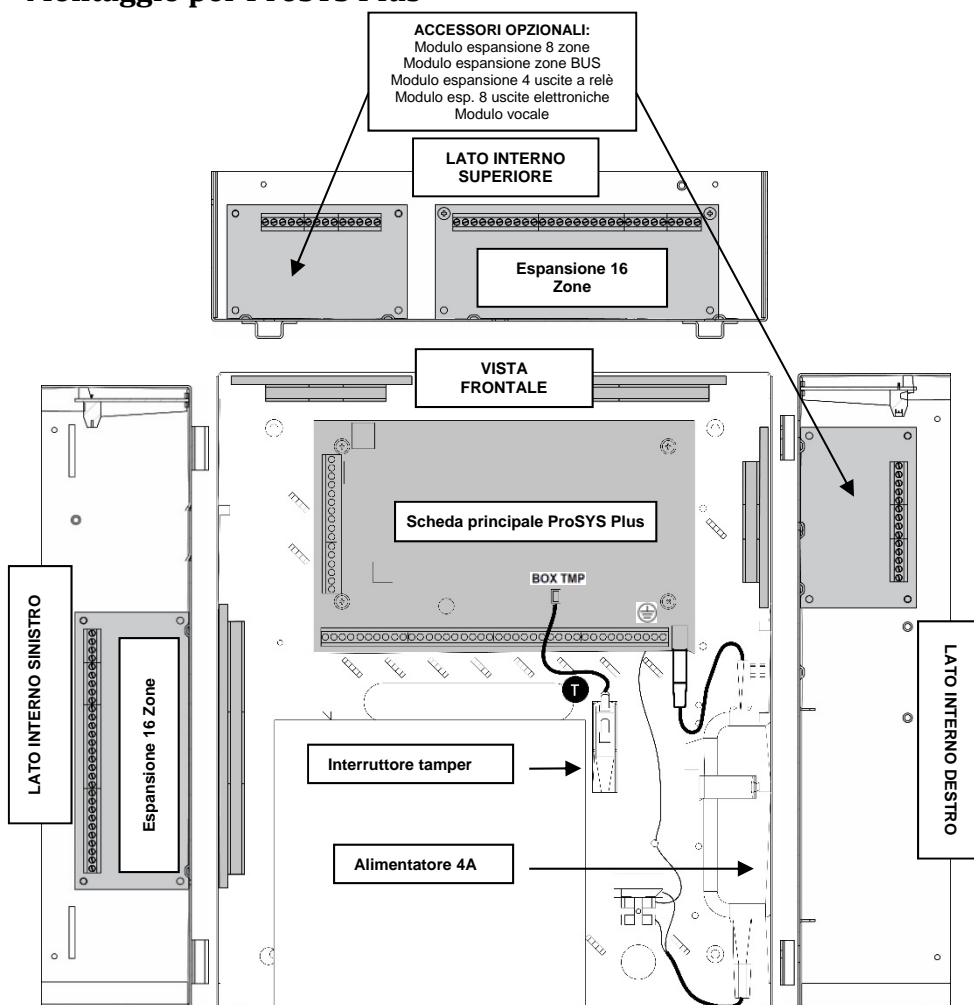

Figura 2
1. Installare la scheda principale ProSYS Plus come illustrato sopra (figura 2).